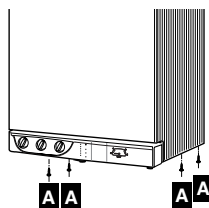

Fig. 10
- dévisser les 4 vis A (fig. 10) de fixation de l'habillage